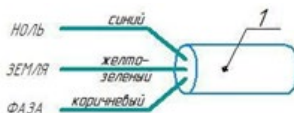

Рис. 2. Схема подключения к электросети
4. Подвести сетевые провода к колодке, подключить провода от светильника к клеммной колодке. Для подключения светильника к электрической сети необходимо подключить сетевой электропитающий кабель к электрическому кабелю светильника 1 (см. рис. 2), соблюдая требования по цветовому подключению проводов: земля – желто-зеленый провод; фаза – коричневый (или иного цвета); ноль – синий.